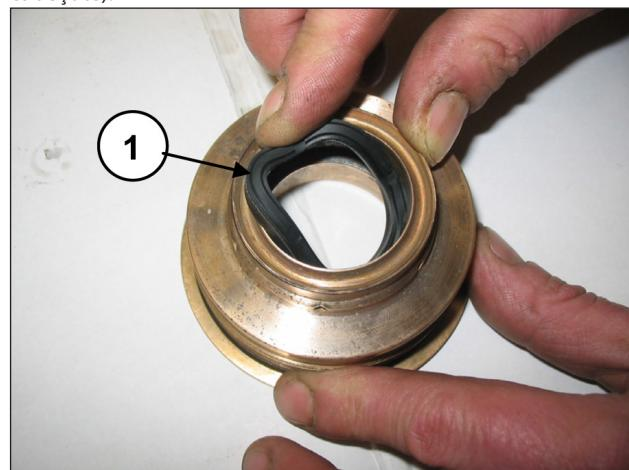

Fig. 149
Insira a junta de baixa pressão no suporte da junta (pos. ①, Fig. 149) prestando atenção no sentido de montagem que prevê as bordas de estanqueidade para frente (em direção ao cabeçote).